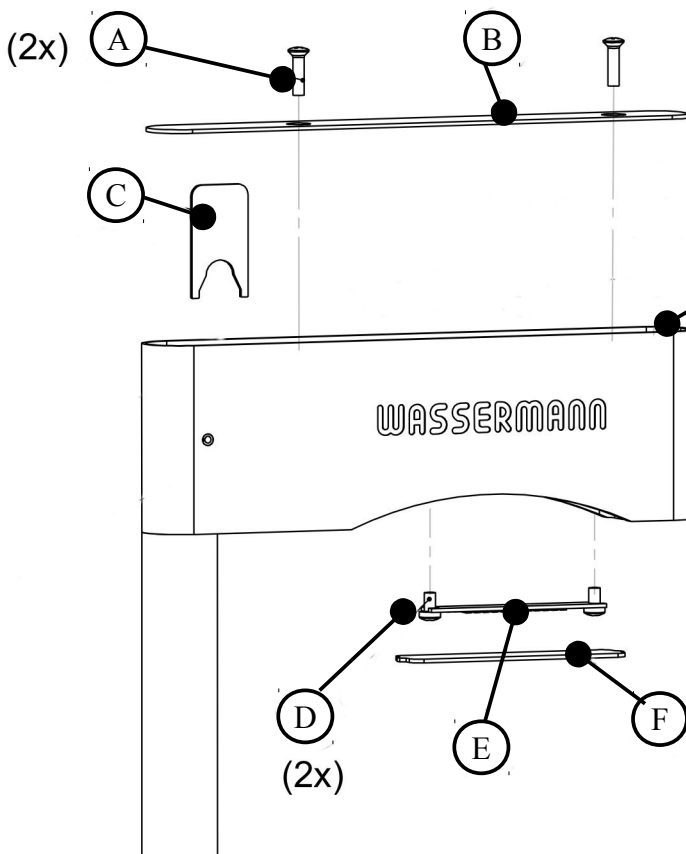

Abb. 4
- Richtlicht wie unter 2.6 beschrieben öffnen (siehe S. 9 Abb. 4)
- Den Lampenschutz (F) vorsichtig von oben z.B. mit Hilfe eines Schraubendrehers heraus drücken.
- Nun die beiden Kreuzschlitzschrauben (D) lösen.